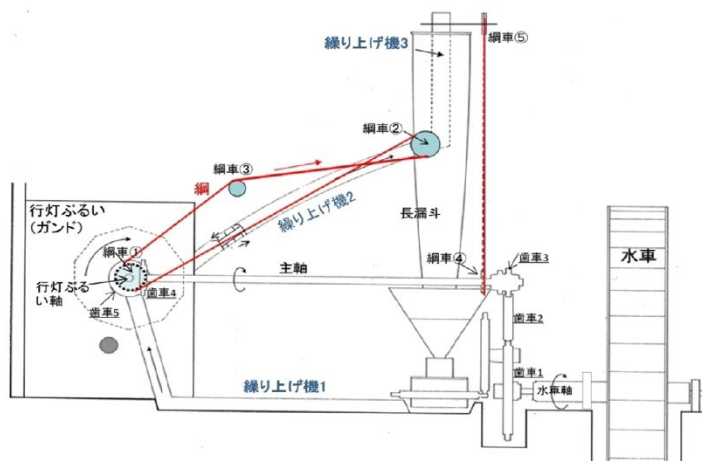

図1 製粉循環機構と動力の流れの概念図
図1は小屋内の製粉循環機構の動力の流れを示した概略図である。図中の伝動要素の歯車（万力）や綱車には、流れに応じた番号を付けてある。水車の動力はまず木製歯車1から3を経て、この水車場の動力を支配する主軸（丸太の様な）伝わる。その後、二つの小歯車4と5によって直角方向に回転が換えられ行灯ぶるい軸を回転させる。この軸は繰り上げ機1の駆動軸（突起付）と繰り上げ機2の綱車①②を綱で動かす（綱車③は張力付与の役）。もう一段上の繰り上げ機3はこの流れとは異なり、主軸の水車側についた綱車④⑤で動かされる。
繰り上げ機 2 と 3 はマニラ綱と木製の綱車の組合せで動き、その回転は綱車①②④⑤の直径に依存する。表 2 は各綱車有効径を求めたものである。外周と溝周を測定し、綱と溝が接する点の有効径を外径と溝径の中央値とした。繰り上げ機 2 の速度比は 0.905 でやや減速されていることが分かった。繰り上げ機 3 の速度比は 1.00 で等速であった。この場合の図 1 の様に十字掛けとなるのでテンショナー役の綱車③はすべり防止のために重要な役目をしている。